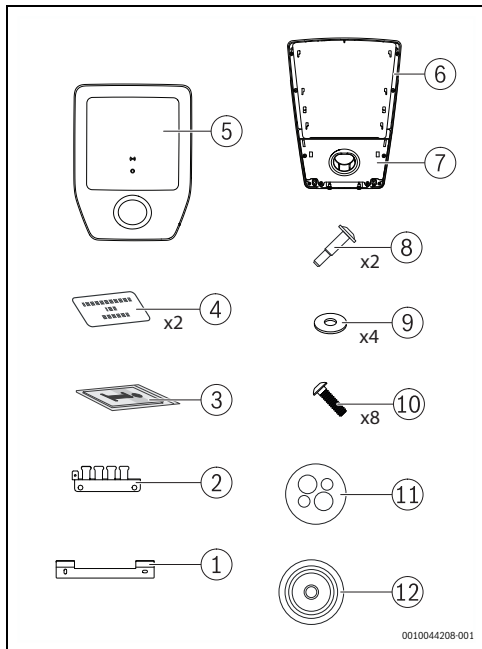

Fig. 193 Contenu de la livraison
- ▶ Retirer avec précaution le cache [5] et le capuchon avec le support de connecteur [7] du Power Charge 7000i (→ Fig. 193, page 205).